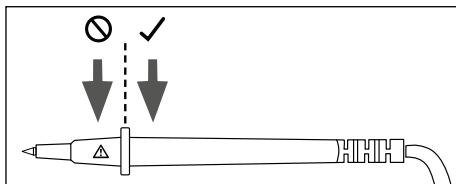

Fig. 3
- Ne tenez les sondes de mesure **6** que par la zone de préhension prévue (voir fig. 3). Ne pas toucher la zone contenant le signal d'avertissement ⚠. Il existe sinon un risque d'électrocution pendant le mesurage !